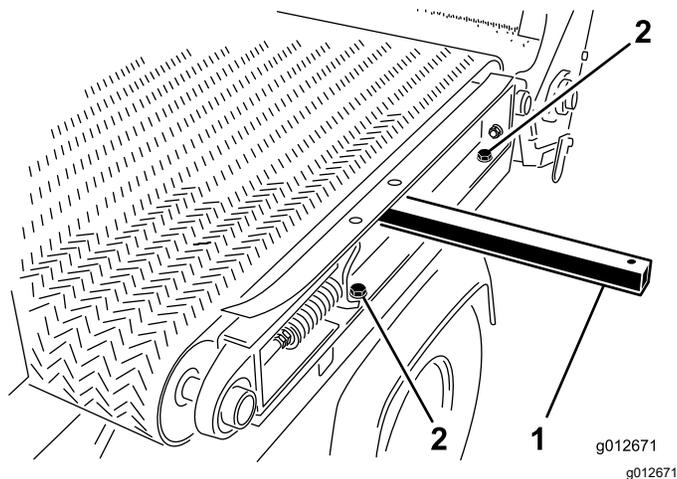

Figura 35
- 1. No lado esquerdo da máquina, monte a calha da estrutura de deslizamento no guarda-lamas esquerdo (Figura 35) com os dois parafusos e as duas anilhas que removeu em Desmontar a plataforma lateral \(página 23\) e aperte os parafusos.